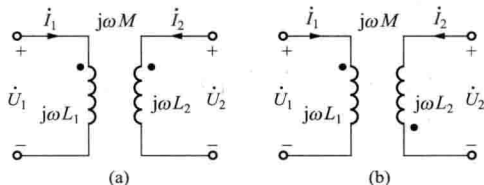

图 1-7 耦合电感相量模型
(3) 含互感正弦稳态电路的分析。在正弦稳态电路中，耦合电感的电流、电压分别用相量表示，取关联参考方向，相量模型如图 1-7 所示。端口伏安关系为
若两电流同时从同名端流进，如图 1-7（a）所示，则取“+”号；若从异名端流进，如图 1-7（b）所示，则取“-”号。对于含互感的电路，若不去耦等效，则常用回路法分析；若先去耦等效，则回路法和节点法均可使用。